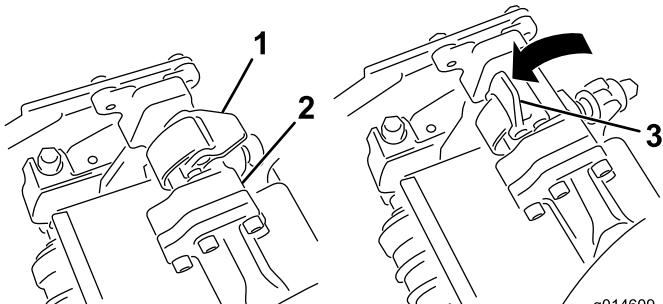

図 12
5. サスペンションアームのバーについているラッチを上向き開いた状態にして(図 12、サスペンションアームを押し下げて、バーを、
6. ラッチを下げて閉じるとカッティングユニットのバーがロックされてユニットがアームにセットされる図 12。